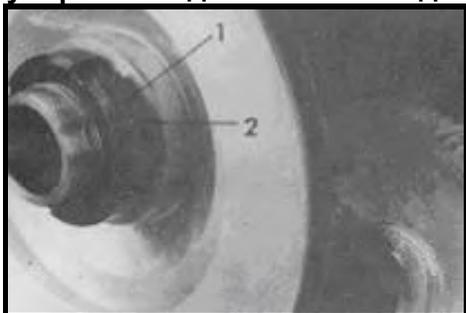

Рис.27
Освободите резьбовой штифт (1, Рис.27). Осторожно вытащите гайку с канавкой (2), используя специальный ключ.